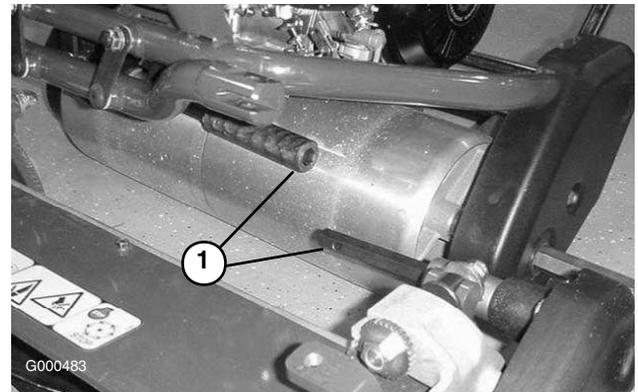

Figura 46
6. Empurre a unidade de corte para a frente, cerca de 5 cm, e posteriormente para a direita de modo a desengatar a união da transmissão (Figura 46).